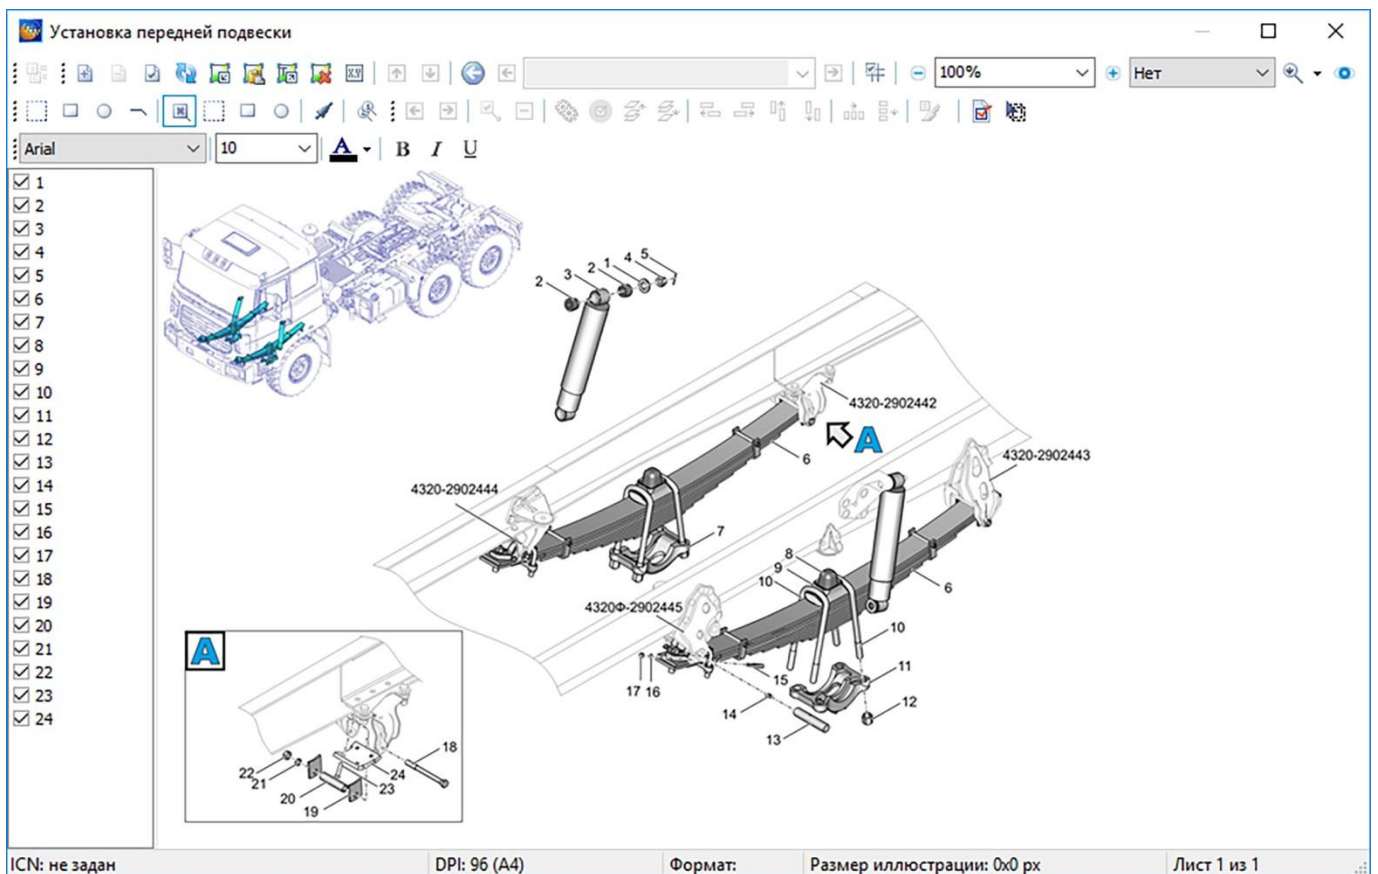

Рисунок 454
2) Проставьте выноски (рисунок 454). По умолчанию надписи в выносках начинаются с 1 и увеличиваются на 1 каждый раз. При остановке процесса и его возобновлении нумерация выносок начинается с номера, следующего за наибольшим существующим.